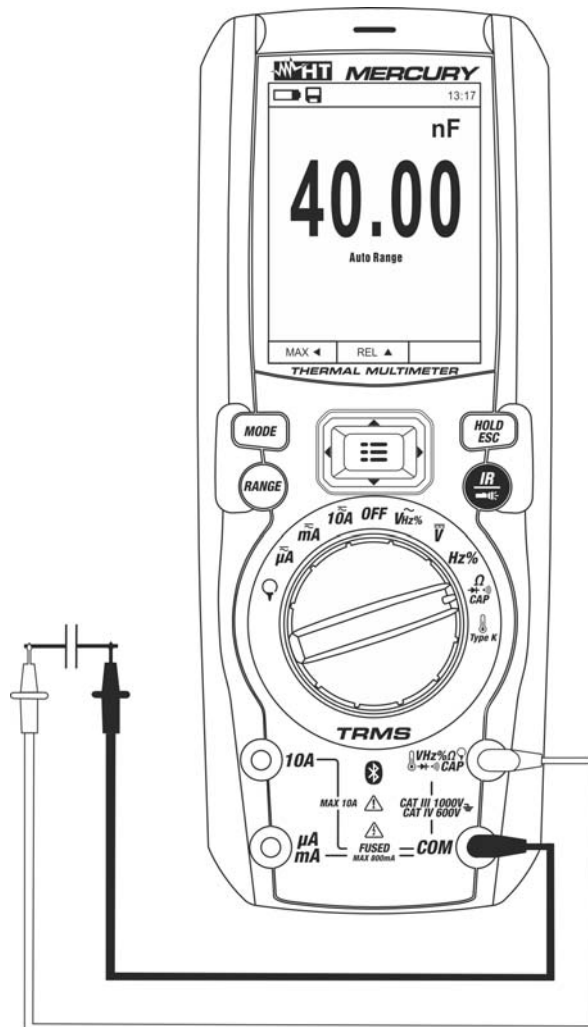

Fig. 26: Uso dello strumento per misura di Capacità
5. Posizionare i puntali ai capi della capacità in esame rispettando eventualmente le polarità positive (cavo rosso) e negative (cavo nero) (vedere Fig. 26). Il valore è mostrato a display. **In funzione della capacità, lo strumento potrebbe impiegare diversi secondi prima di visualizzare il valore finale corretto.** La barra grafica non è attiva in questa funzione